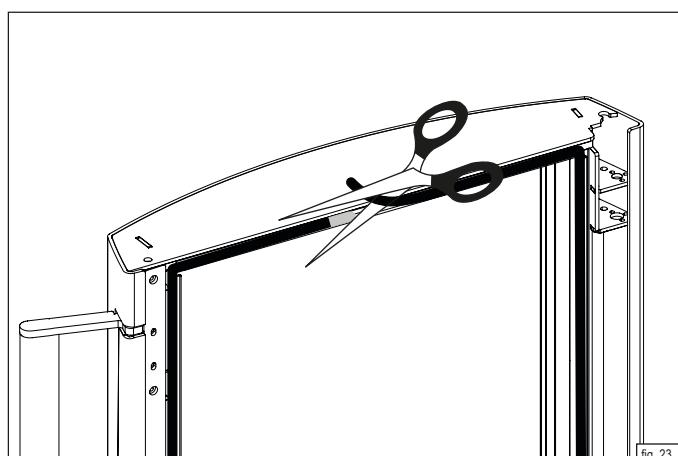

fig. 23
- ▶ Iniziare a collocare la guarnizione dal centro della guida, nell'area superiore dello sportello della camera di combustione. Premere omogeneamente la guarnizione nella guida (fig. 22). Far sporgere leggermente l'estremità e tagliare la guarnizione in modo che collida (fig. 23).